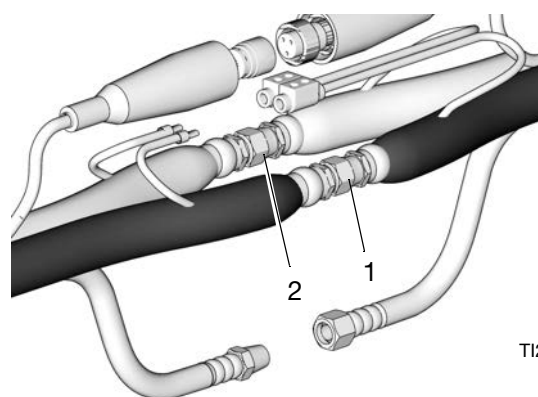

FIG. 3
2. Conecte las mangueras de fluido (1, 2) y ajuste. Consulte las especificaciones de apriete máximo a continuación y en la FIG. 3. No apriete demasiado.